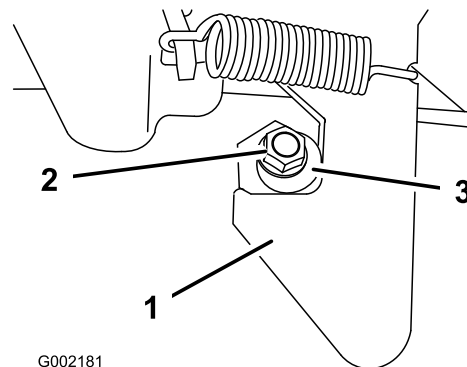

Figure 25
- Desserrez l'écrou au bout du montant de verrouillage (Figure 25).
- Tournez le montant dans le sens horaire jusqu'à ce qu'il soit bien serré contre le verrou, puis serrez l'écrou (Figure 25).